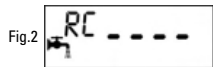

Fig.2
- Fig.2 : reserva agotada, regeneración inmediata o retardada según el ajuste.